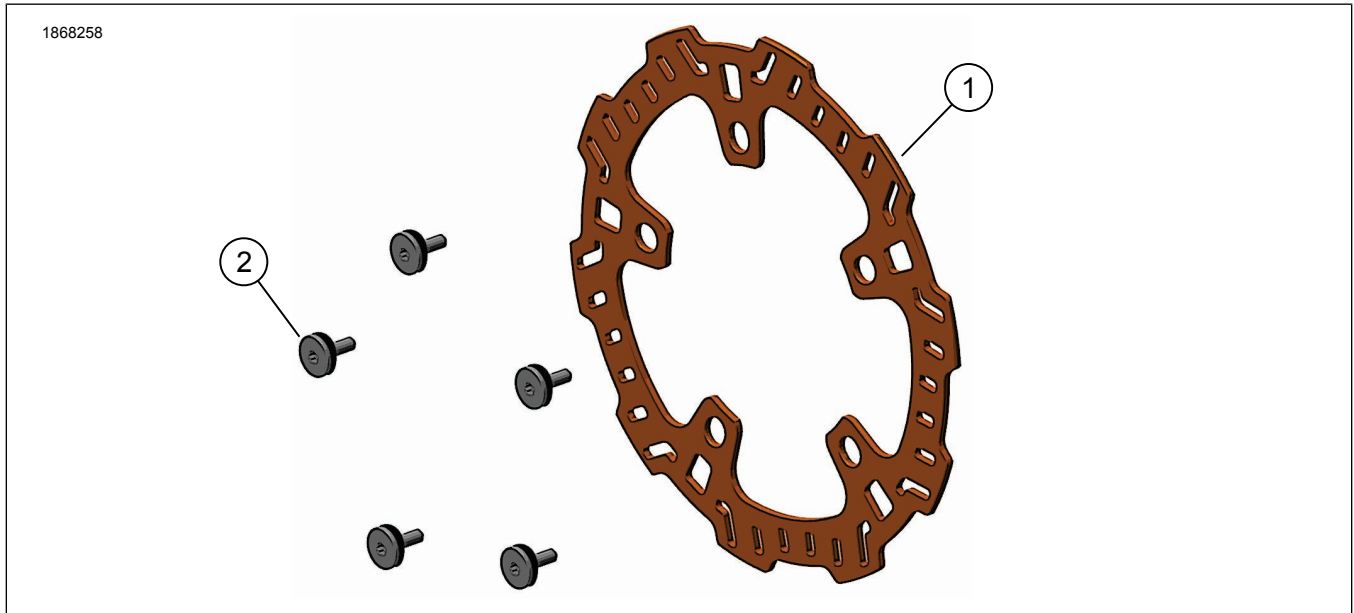

Figure 1. Contenu du kit : Kit rotor de frein avant (320 mm)
1. Positionner le **nouveau** rotor de frein (1) sur la roue. Consulter le manuel d'entretien.
2. Voir la figure 1. Installer les ensembles boulon à épaulement (2).
3. Serrer les boulons (2).